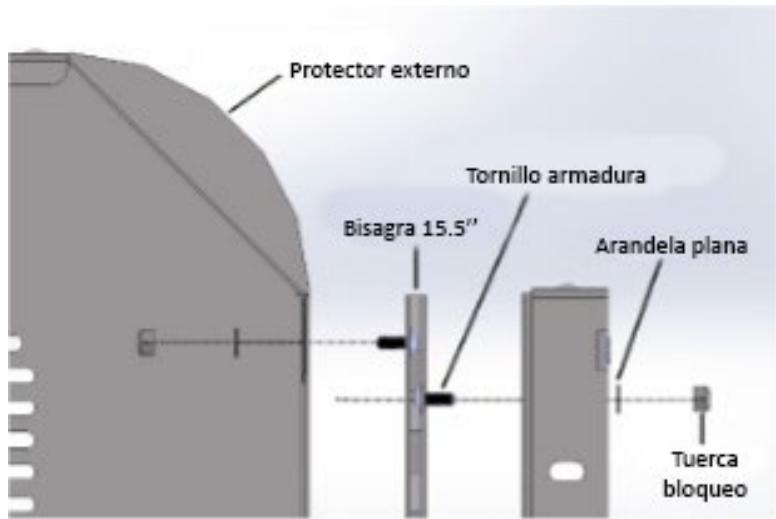

Figura 2: Vista Despiezada del Ensamble de Protección Externa
- b. Sujete el soporte externo a la bisagra usando los mismos accesorios. (Figura 2)